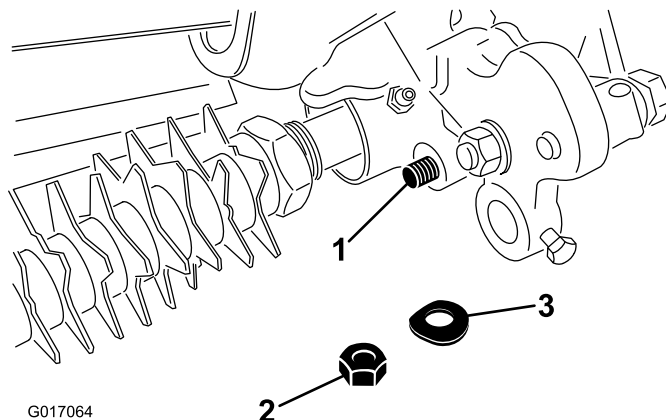

Рисунок 11
23. Прикрепите конец стержня узла рычага регулятора к узлу привода щетки с помощью тарельчатой шайбы и контргайки (Рисунок 11).
28. Прикрепите конец стержня узла рычага регулятора к узлу привода щетки с помощью тарельчатой шайбы и контргайки (Рисунок 11).